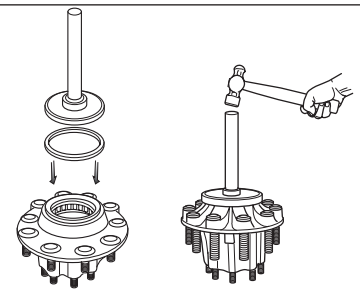

Figura 4
5. Posicione el sello en la maza con "AIR SIDE" (lado del aire) visible. Utilice la herramienta de instalación de placa ConMet adecuada (vea la tabla a continuación) y una herramienta para sello manual genérica o una placa plana y un pequeño martillo para martillar el sello en el lugar. No martille directamente en el sello. Asegúrese de que el sello esté apoyado de forma uniforme en el fondo del orificio (vea la figura 4). Controle para asegurarse de que el sello no esté ladeado y que el diámetro interno del sello y el balero interno giren libremente.